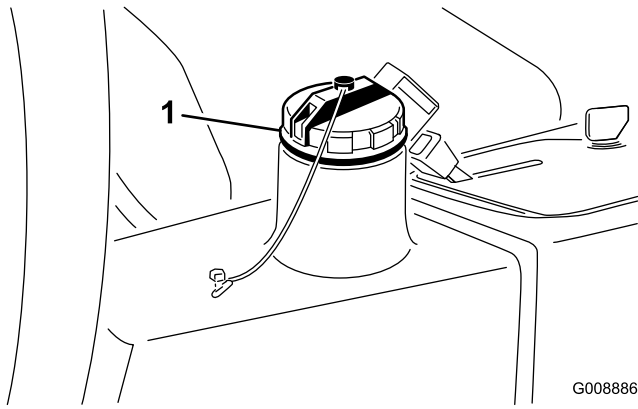

图42
2. 清洁液压油箱加油颈和油箱盖周围的区域 (图42) 并取下油箱盖。